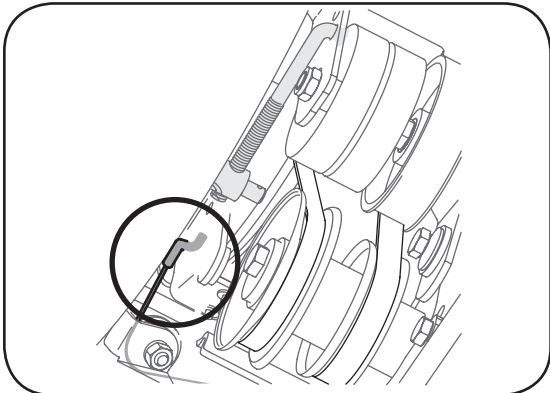

Figure 27
7. Tirez le support du frein vers le gilet de guidage du câble et décrochez le raccord en «Z» du câble de la tarière. Voir la Figure 27.